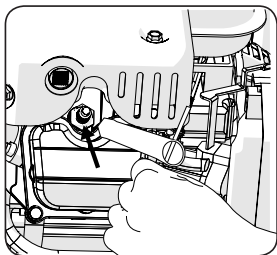

Fig 20
- Utilizzando il porta-candela e la barra a T (fornita in dotazione), rimuovere la candela. (**Fig. 20**)